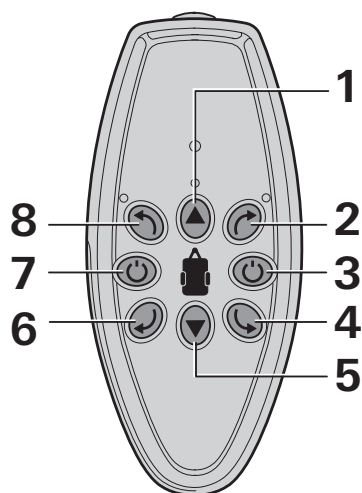
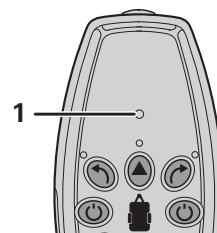

Figura 2
Figura 6
- Premere il tasto (figura 2 - 7) sul telecomando finché si accendono i LED (figura 6 - 1).
Il tasto «off» del telecomando (figura 2 - 3) serve anche da «interruttore di arresto d'emergenza». In caso di anomalie, ad es. un comportamento fuori controllo del GO2, premere immediatamente il tasto «off».
– Spostare il caravan nella direzione desiderata con i tasti freccia (figura 2 - 1/2/4/5/6/8).
Premendo contemporaneamente i tasti freccia opposti (figura 2 - 2/6 o 4/8), il caravan ruota sul proprio asse nella rispettiva direzione.
– Durante lo spostamento, la direzione di marcia (avanti/indietro) può essere modificata con i tasti freccia (figura 2 - 2/8 e 4/6).
– Premere il tasto (figura 2 - 3) sul telecomando. Il LED si spegne.